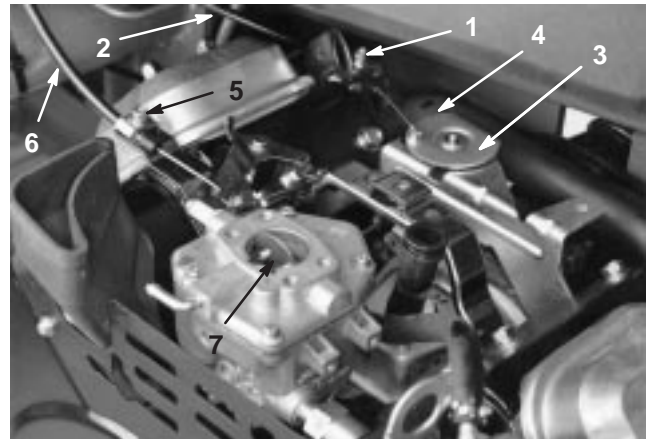

Bild 37
1. Lockern Sie die Klemmschraube des Bowdenzugs, mit der dieser am Motor befestigt ist (Bild 37).
3. Ziehen Sie fest am Bowdenzug, bis die Rückseite der Schwenkplatte den Anschlag berührt (Bild 37).
3. Ziehen Sie fest am Chokezug, bis die Choke-Drosselklappe ganz geschlossen ist; ziehen Sie dann die Klemmschraube des Chokezugs fest (Bild 37).